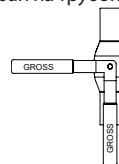

рис. 4
3. Шаровые краны GROSS предназначены для использования в качестве запорной арматуры (рабочие положения полностью «открыто» и «закрыто» (рис.4).